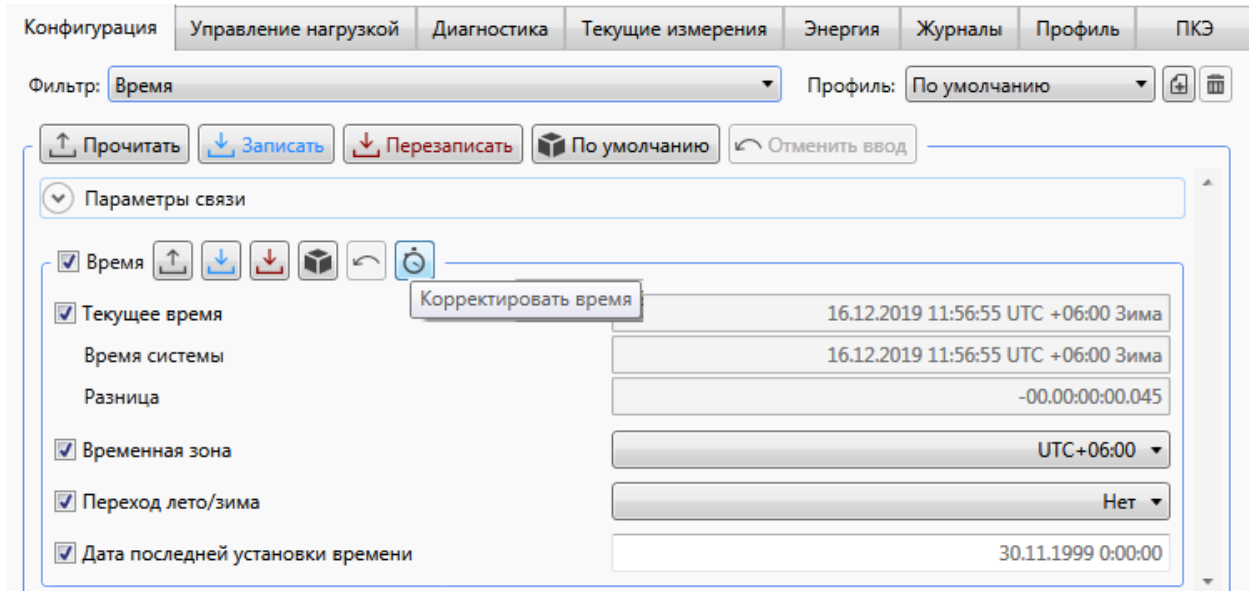

Рисунок 9.31 – Режим корректировки времени
9.5.16.3 Для изменения параметров ведения времени необходимо на вкладке *Конфигурация* в выпадающем списке *Фильтр* выбрать пункт *Время* и выполнить следующие действия (рисунок 9.31):